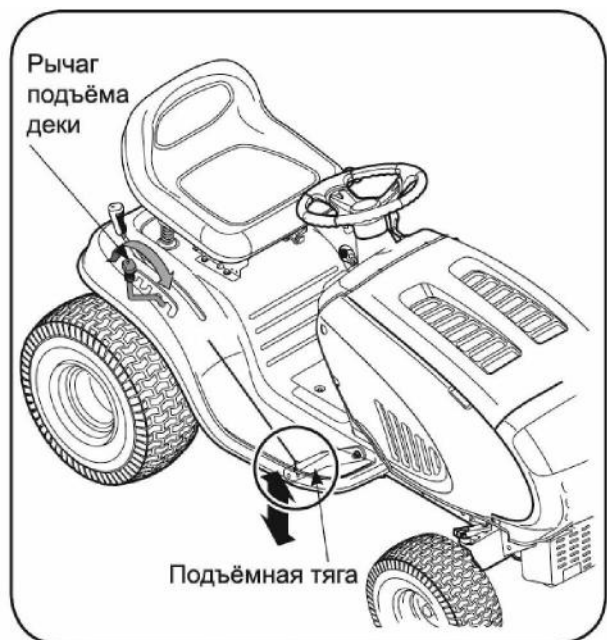

Рис. 13.
3. Передвиньте рычаг подъема деки трактора в нижнюю прорезь на крыле трактора, позволяя подъемным тягам упасть, см. Рис. 13.